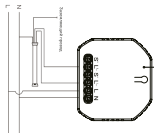

Рисунок 2.2
- без выключателя для штор (см. рисунок 2.2).